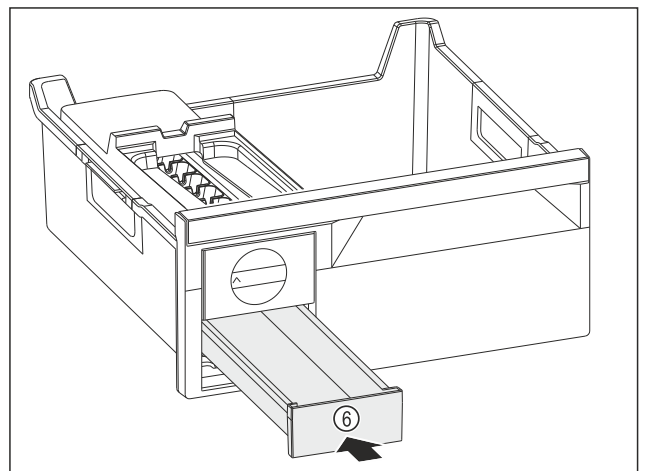

Fig. 96
- ▶ Вдвиньте выдвижной ящик для кубиков льда Fig. 96 (6).